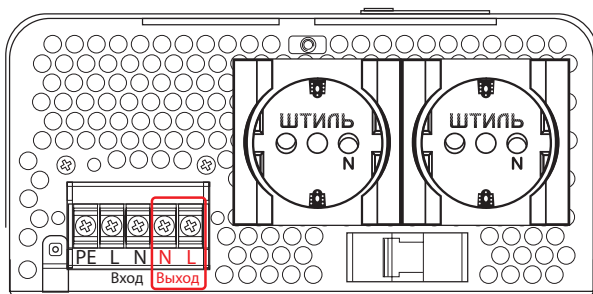

Рисунок 13. Стабилизатор Штиль IS2500, IS3000 и IS3500. Выводы «Выход N-L»
8. Убедившись в отсутствии напряжения на выходе стабилизатора, подключить нагрузку. Подключение нагрузки осуществляется у моделей IS350, IS550, IS1000, IS1500 и IS2000 к розеткам, у моделей IS2500, IS3000 и IS3500 к розеткам и к выводам «Выход N-L» (**рисунок 13**). Рекомендованное сечение кабеля для подключения нагрузки к выводам «Выход N-L» – 2,5 мм².